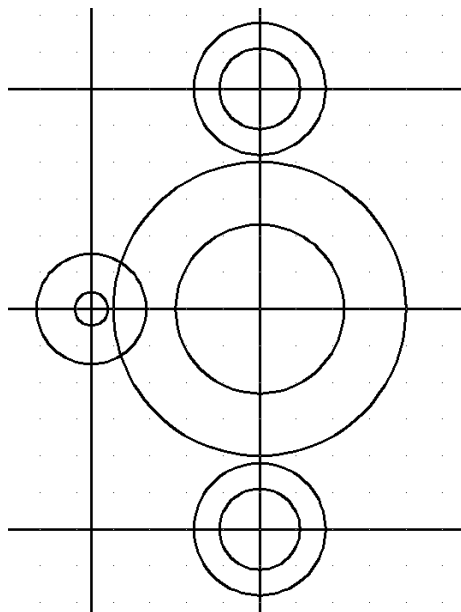

Рис. 3.3
2. Создать сетку из бесконечных прямых и окружностей на вспомогательном слое, используя команды **ПРЯМАЯ**, **КРУГ**, **КОПИРОВАТЬ** (рис. 3.3).